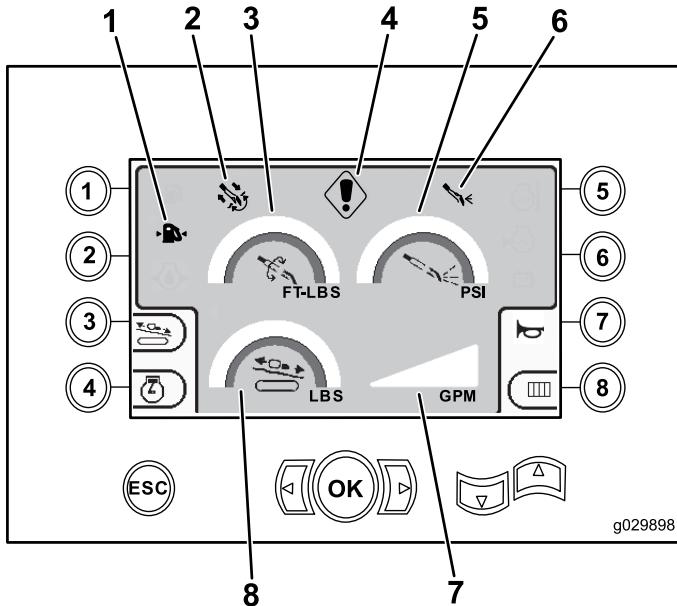

Figura 3
Esta pantalla proporciona medidas de presión rotativa en pies-libra, presión del fluido de perforación en psi, presión del carro en libras, y caudal de fluido de perforación en gpm (Figura 3).
- Advertencia de código de falla de perforación y/o motor (Figura 3)
- Indicador de bajo nivel de combustible (Figura 3)
- Fluido de perforación en la posición de ACTIVADO (Figura 3)
- Perforación automática en la posición de ACTIVADO (Figura 3)